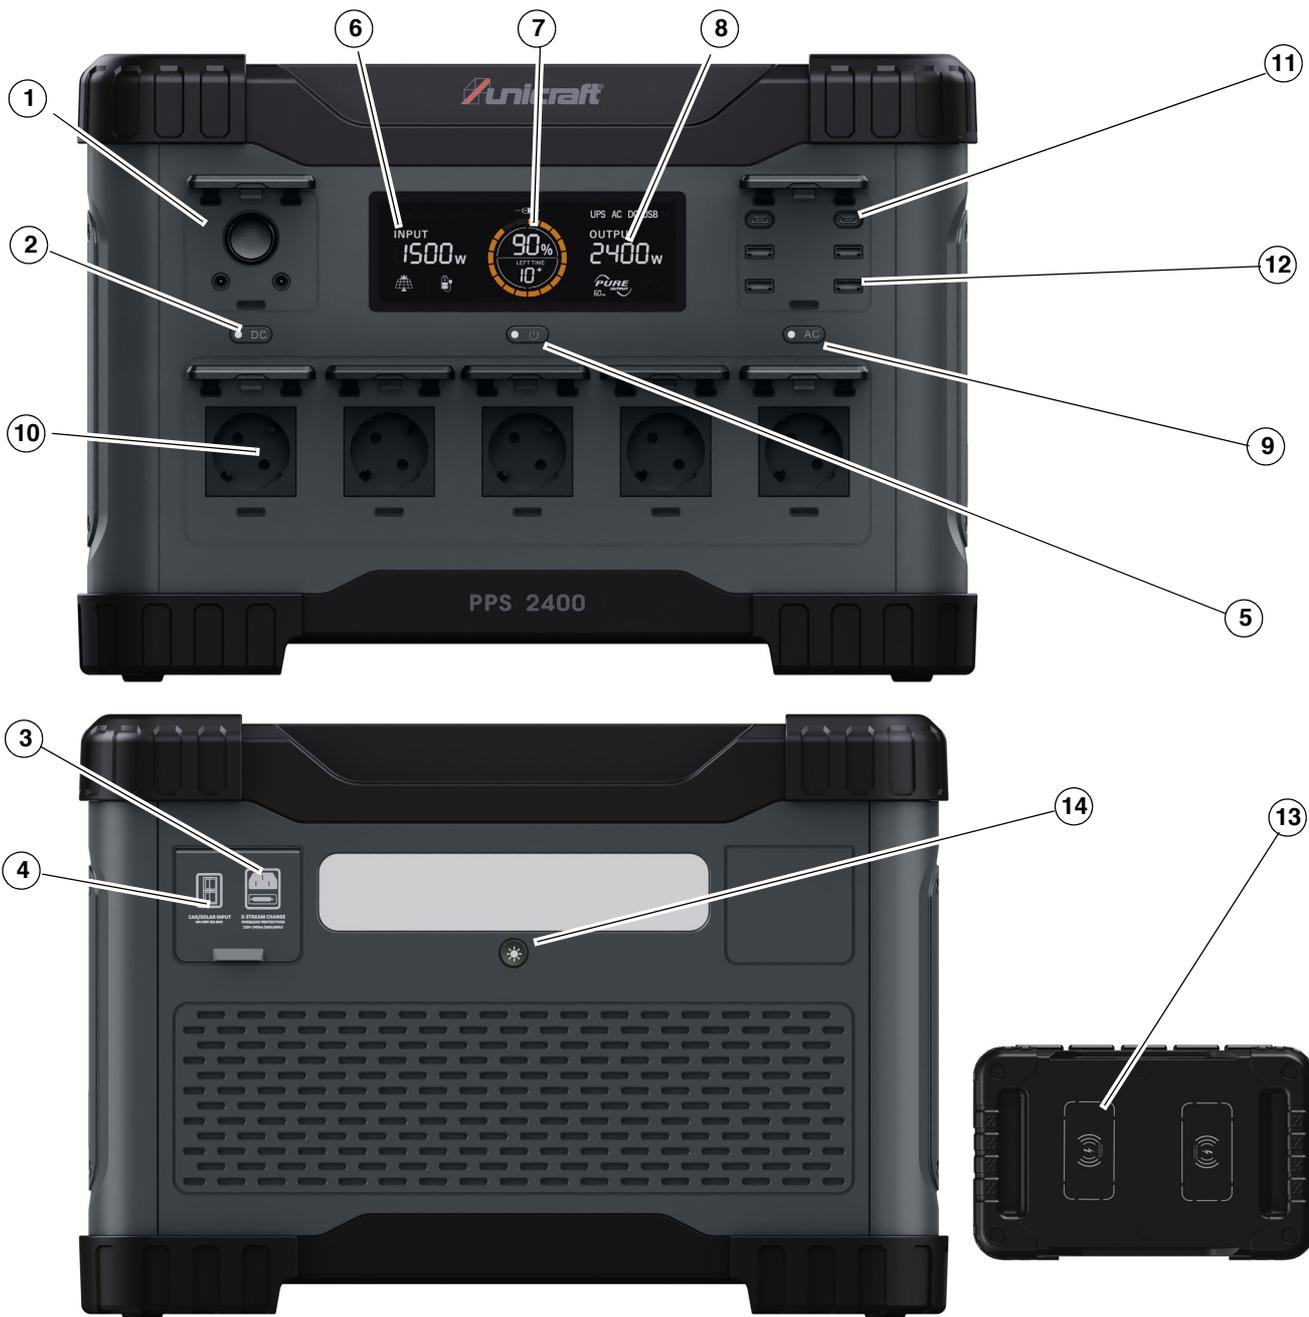

Abb.4-2: Beschreibung PPS 2000
- Legen Sie das mit dem kabellosen Laden kompatible Gerät in den kabellosen Ladebereich (Pos. 13, Abb. 4-2). Wenn das Symbol "Kabelloses Laden" auf dem Display erscheint, ist das kabellose Laden aktiviert.
Um die LED-Beleuchtung zu nutzen, schalten Sie bitte die Powerstation ein und drücken Sie kurz die „LED-Beleuchtung“ (Pos. 14, Abb. 4-2). Wenn Sie die Taste für die LED-Beleuchtung drücken, während Sie die LED-Beleuchtung verwenden, schaltet sich die LED-Beleuchtung aus.